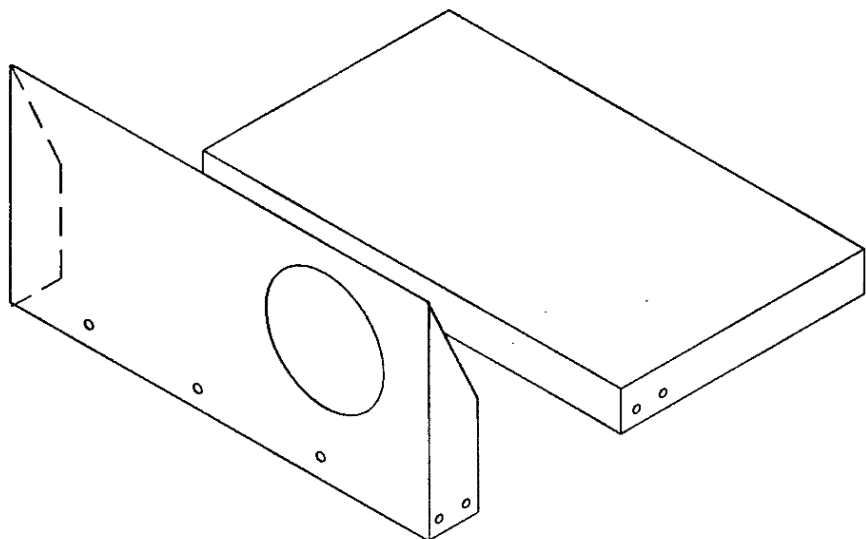

Рис. 3.5. Чертеж для изготовления шасси
| CHASSIS | 1 | Изготовлено, как показано на рис. 3.5 | |
| FRONT PANEL | 1 | Изготовлена, как показано на рис. 3.5 | |
1. Изготовьте шасси и панель, как показано на рис. 3.5. Разумно будет проделать в панели квадратное отверстие для установки вольтметра до изготовления панели. Вольтметр, который используется, требует квадратного отверстия со стороной 10 см. Другие, более мелкие отверстия могут быть определены по чертежу и просверлены после соединения шасси и панели.